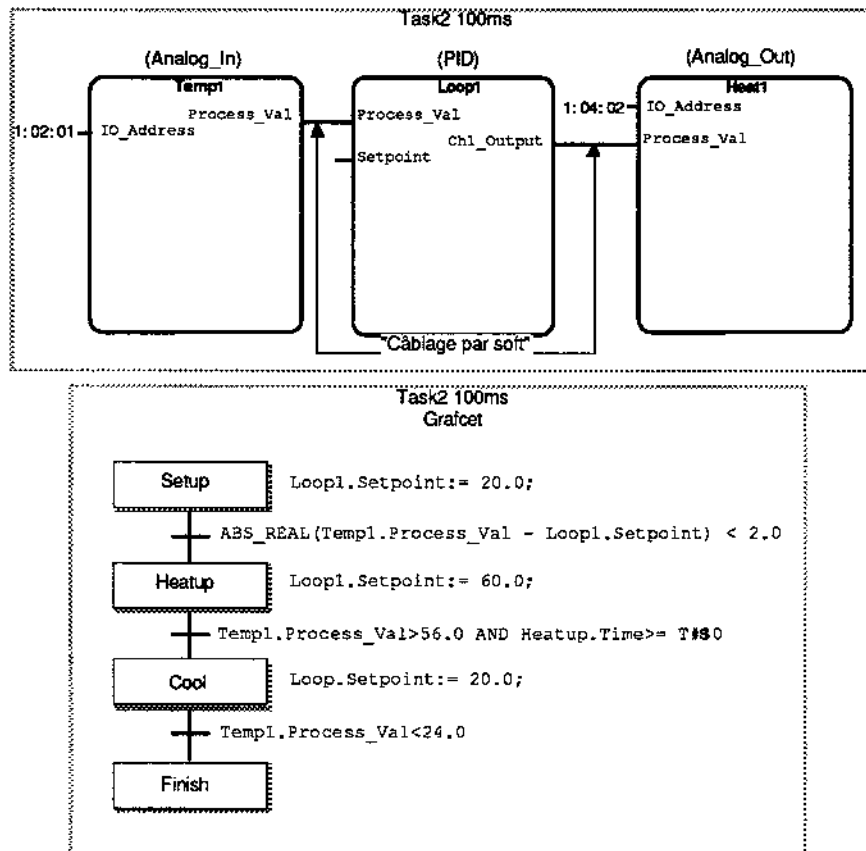

Figure 2-4 Exemple de programme simple
La figure 2.4 montre un exemple simple de programme qui présente de nombreux concepts de programmation du PC3000. Ce programme utilise une boucle de régulation simple PID pour piloter un process thermique et modifie le point de consigne destiné à la boucle de régulation à l'aide d'un petit programme séquentiel.
Les paramètres de configuration nécessaires pour personnaliser les blocs de canaux d'entrée et de sortie afin qu'ils coïncident avec les caractéristiques des capteurs et des actionneurs et les paramètres de réglage du PID ne sont pas présentés sur la figure 2.4 pour plus de clarté.
La boucle de régulation est séquencée par un petit GRAFCET comportant les pas Setup, Heatup, Cool et Finish. Le texte structuré pour chaque pas et chaque transition est représenté à côté du GRAFCET sur la figure 2-4. Le pas Setup établit un point de consigne initial de 20,0 et attend que la valeur de process se stabilise. Au cours du pas Heatup, le process est amené à un point de consigne supérieur de 60,0. Le pas Heatup continue jusqu'à ce que la valeur de process ait atteint une valeur seuil de 56,0 et ait été active pendant plus de 30 minutes. Le pas Cool est ensuite activé, ce qui ramène le point de consigne à 20,0. Lorsque la valeur de process est revenue à moins de 24,0, le GRAFCET prend fin en passant au pas Finish.
3. Saisir le texte structuré pour chaque pas et chaque transition comme le montre la figure 2-4. Il faut noter que la transition entre Start et Heat utilise la fonction ABS_REAL qui sert à calculer la valeur absolue du paramètre d'erreur PID.